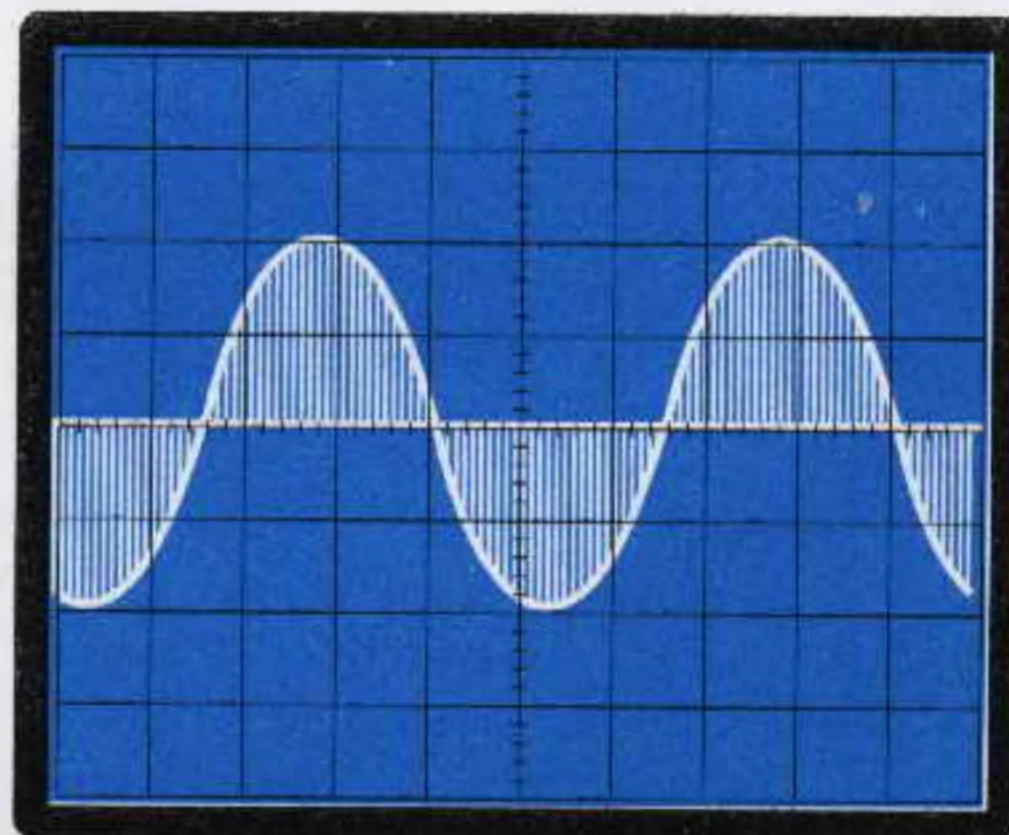

Fig.15 A questo punto dovete ruotare il cursore del trimmer **R51** fino ad ottenere questa figura. Per tarare il trimmer **R19** leggete quanto scritto nell'articolo.
- A questo punto ruotate il cursore del trimmer **R51** fino a quando non ottenete un segnale identico a quello visibile in fig.15.